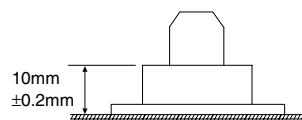

Fig. 21
- Il faut ajuster la hauteur des plateaux porte-bobines sur 10mm ±0,2mm à l'aide de rondelles (Fig. 21). Ne pas mesurer aux encoches dans le support de la mécanique.